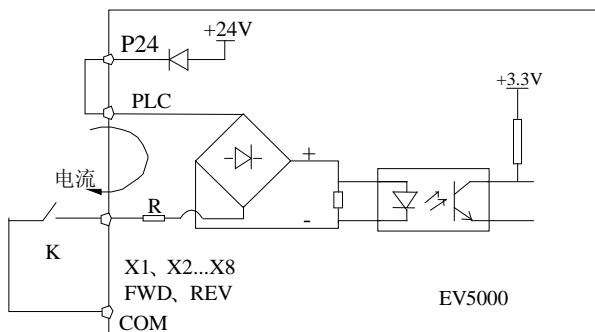

图 4-21 使用内部 24V 电源的连线方式
EV5000 多功能输入端子采用了全桥整流电路，如图 4-21 所示。PLC 是 X1~X8、FWD、REV 的公共端子，流经 PLC 端子的电流可以是拉电流，也可以是灌电流。X1~X8、FWD、REV 与外部接口方式非常灵活，典型的接线方式如下：
- 1) 使用变频器内部的 24V 电源，接线方式如图 4-21。